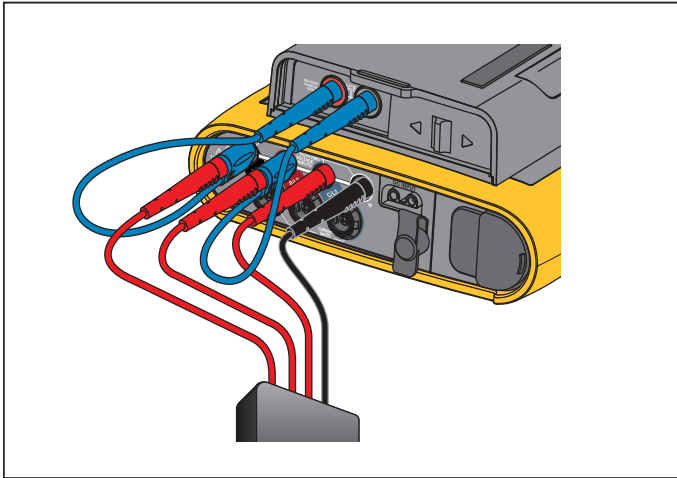

Figure 8. Mesure sans tension neutre ni alimentation de l'instrument
9. Reportez-vous à la Figure 8 pour alimenter le Logger à partir d'installations sans tension neutre.